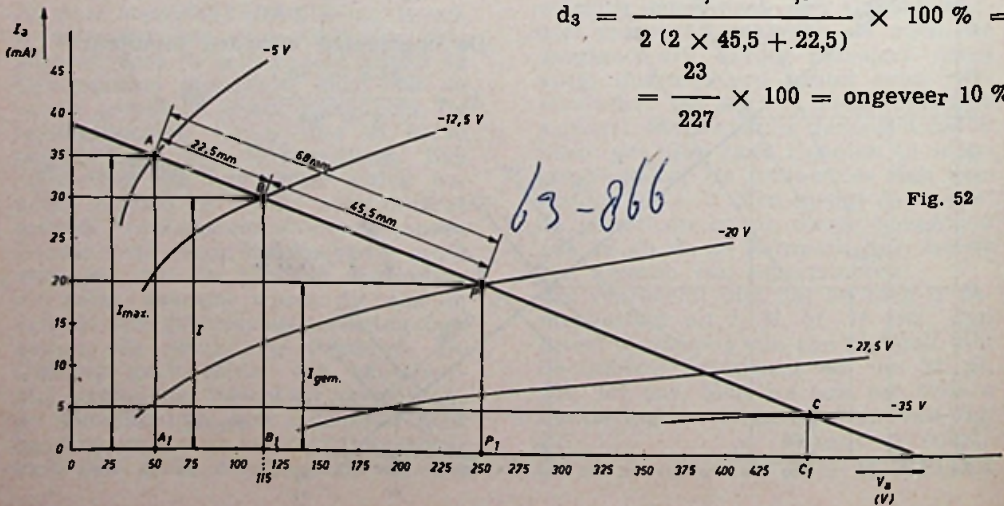

Fig. 52
2. $I_a - U_g$ karakteristiek van pentode met derdemachts $I_a - U_g$ karakteristiek (fig. 52)